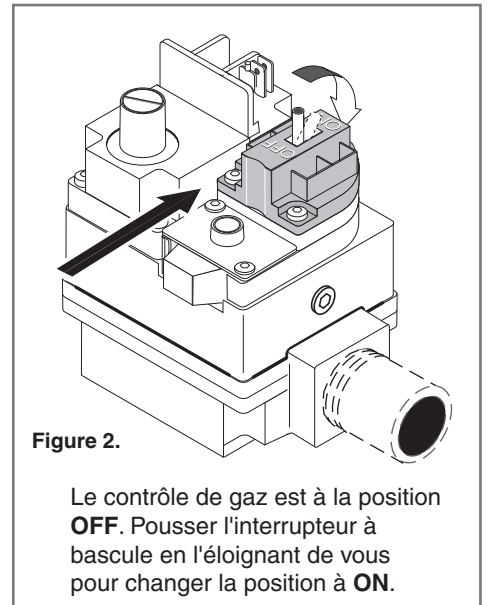

Figure 2.
- Soupape de style bascule : Tirer l'interrupteur à bascule vers vous pour couper le gaz, voir Figure 2.
- Attendre cinq (5) minutes pour vider le gaz. En présence d'une odeur de gaz, **ARRÊTER!** Suivre la directive B dans les instructions de la section BEFORE START-UP (AVANT LE DÉMARRAGE) à la page 13. S'il n'y a pas d'odeur de gaz, passer à l'étape suivante.
- Soupape de style bascule : Tirer l'interrupteur à bascule vers vous pour couper le gaz, voir Figure 2.**